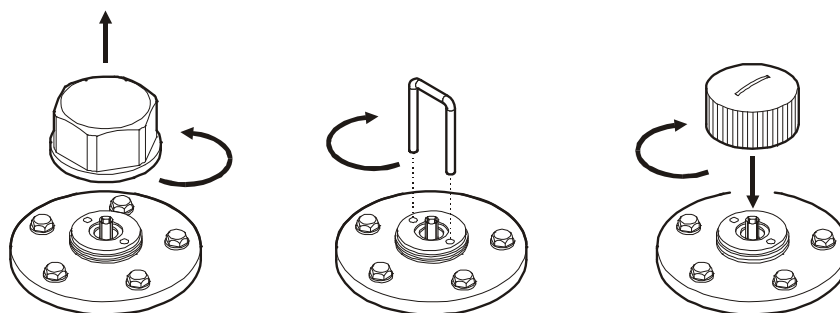

Рис. 10.1 Частичный демонтаж датчика уровня топлива
- Если предполагается эксплуатация ТС до установки новой измерительной головки, то необходимо произвести частичный демонтаж датчика (см. рис. 10.1),.
При необходимости частично закрутить втулку зонда датчика во фланец, как показано на рис. 10.1.